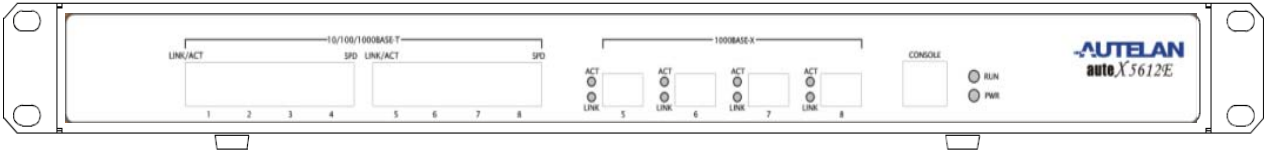

图2-1 AuteX5612E无线控制器前面板
- AuteX5612E无线控制器的前面板结构，由以下几部分组成，如下图2-1 所示：